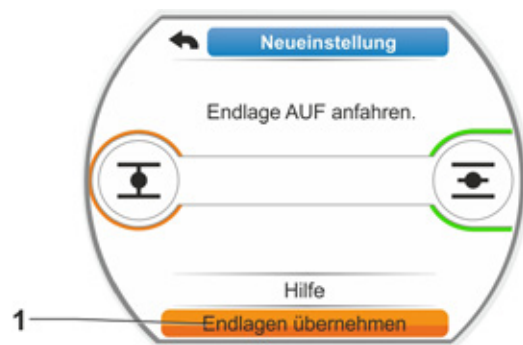

Abb. 7: Endlage übernehmen
- c) Drive Controller drehen und Auswahlmarkierung auf ‚Endlagen übernehmen‘ stellen (Abb. 7).